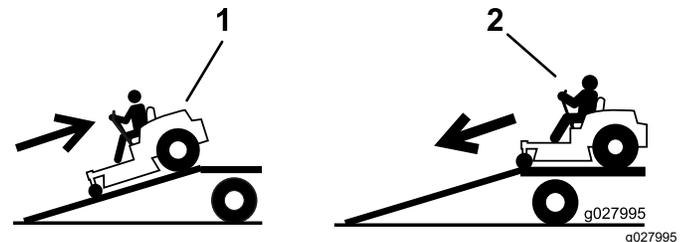

Figure 26
2. Descendez la rampe en marche avant (Figure 26).